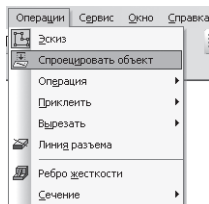

Рис. 270
- чтобы точно построить эскиз сечения, необходима привязка к верхней точке ручки, которой пока нет. Спроецируем эту точку из эскиза направляющей на **Смещенную плоскость: 12**, в которой вы сейчас работаете. На строке **Меню** выберите **Операции**, после щелчка ЛКМ раскроется диалоговое окно, укажите **Спроецировать объект** (рис. 270). Дальнейшие действия должны быть очень точными, вы должны спроецировать *только точку*;